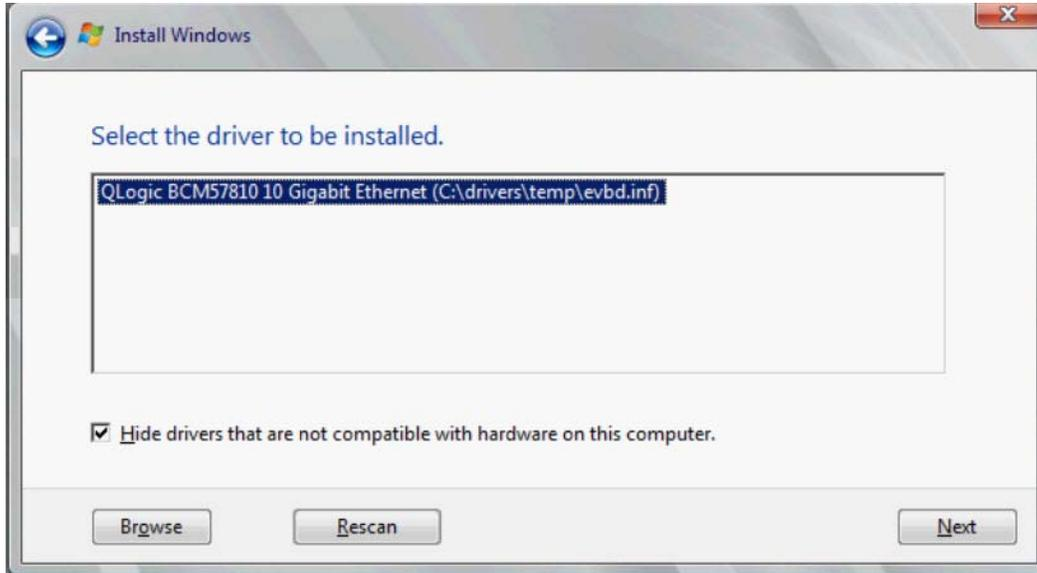

Abbildung 14-11. Installieren des EVBD-Treibers
1. Laden Sie zuerst den EVBD-Treiber (Abbildung 14-11).